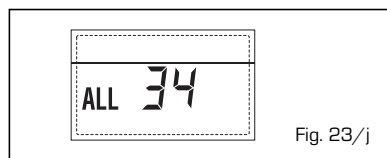

Fig. 23/j
- ANOMALIA COMUNICAZIONE SCHEDINO RS-485 E SCHEDINO RS-485 "ALL 35" (fig. 23/x)